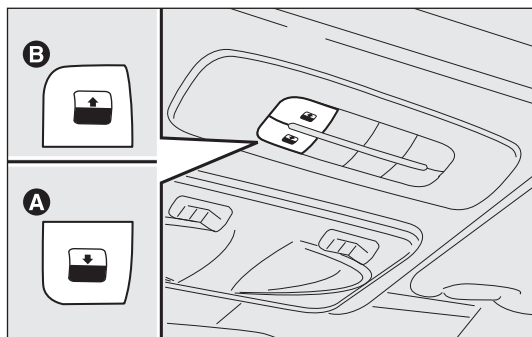

fig. 76
El techo practicable sólo funciona con la llave de contacto en MAR. Los mandos A-B fig. 76 ubicados en el salpicadero cerca del plafón delantero controlan las funciones de apertura/cierre del techo practicable.
Pulse el botón B-fig. 76 y manténgalo pulsado, el panel de cristal anterior se colocará en posición “spoiler”; vuelva a pulsar el botón B e, interviniendo en el mando durante más de medio segundo, se activa el movimiento del cristal del techo que continúa automáticamente hasta el final del recorrido; el cristal del techo puede detenerse en una posición intermedia interviniendo de nuevo en el botón.
Desde la posición de apertura completa, pulse el botón A-fig. 76 y, si se interviene en el botón durante más de medio segundo, el cristal delantero del techo se colocará automáticamente en la posición “spoiler”; volviendo a pulsar el botón, el cristal del techo se detiene en la posición intermedia; vuelva a pulsar el botón A y manténgalo pulsado hasta que se cierre completamente el panel.
- ☐ pulse el botón A-fig. 76 en posición de cierre;